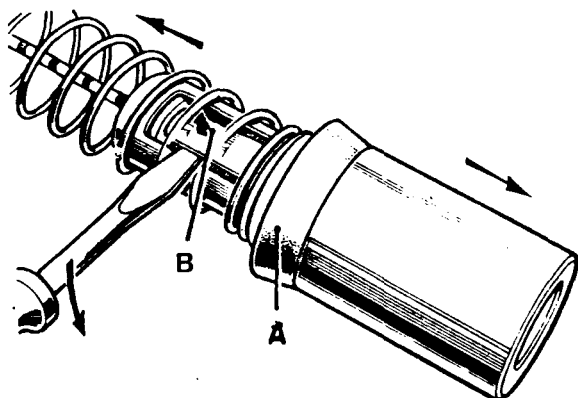

Fig. B-10 Separación del émbolo
- 1.2. Ejerciendo presión con un destornillador, se separará la lengüeta elástica (Fig. B-10) de fijación del retén del muelle lo suficiente para que salve el resalte existente en el émbolo y pueda retirarse éste y la empaquetadura.